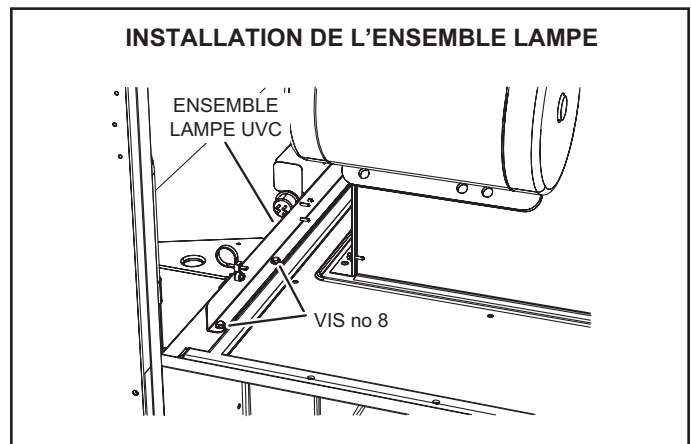

FIGURE 48
- 8 - Placer délicatement l'ensemble UVC sur le support du ventilateur. Aligner les trous de fixation de l'ensemble UVC sur les trous de fixation du support du ventilateur. Voir FIGURE 48. Utiliser les vis n° 10 fournies pour fixer l'ensemble UVC.